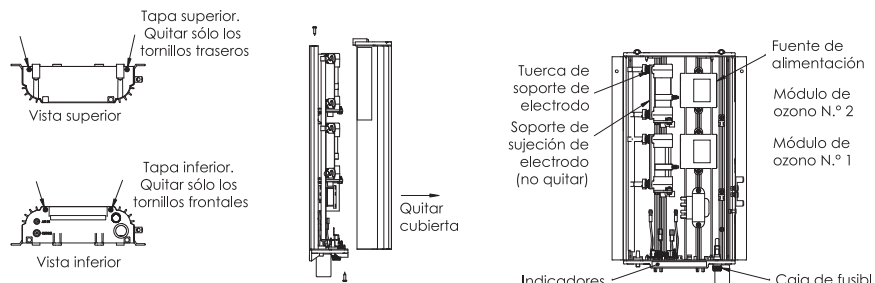

Figura 4 Ubicaciones de los componentes (se muestra Eclipse-2).
4. La base del equipo DEL Eclipse tiene dos conexiones de manguera. Conecte el extremo de la manguera de suministro de ozono al puerto marcado como "OZONE OUT" (ver la vista inferior - Figura 4).